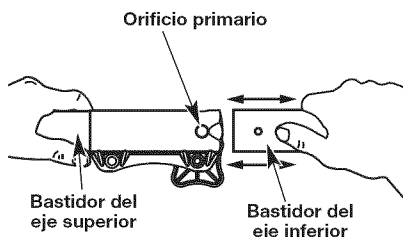
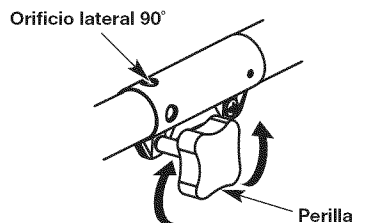

Fig. 4
Fig. 5
PRECAUCIÓN: Antes de operar esta unidad, cerciúrese de que el botón de liberación esté completamente encajado en el orificio principal (Fig. 4) y de que la perilla de ajuste (Fig. 5) esté firmemente apretada.
1. Gire la perilla en sentido antihorario para aflojarla (Fig. 5).
2. A la vez que sostiene firmemente el accesorio de corte u otro accesorio, empujelo derecho hacia el interior del acoplador Convertible™ hasta que el botón de desconexión encaje sólidamente en el orificio principal (Fig. 4).
3. Gire la perilla en sentido horario para ajustarla (Fig. 5).
Para realizar recortes decorativos con el accesorio de corte de cabezal de línea u otro accesorio, trabe el botón de desconexión del accesorio de corte u otro accesorio en el interior del agujero de 90° (Fig. 5).
3. A la vez que sujeta la caja del eje superior, tire del accesorio de corte o cualquier otro accesorio recto hacia afuera del acoplador Convertible™ (Fig. 4).